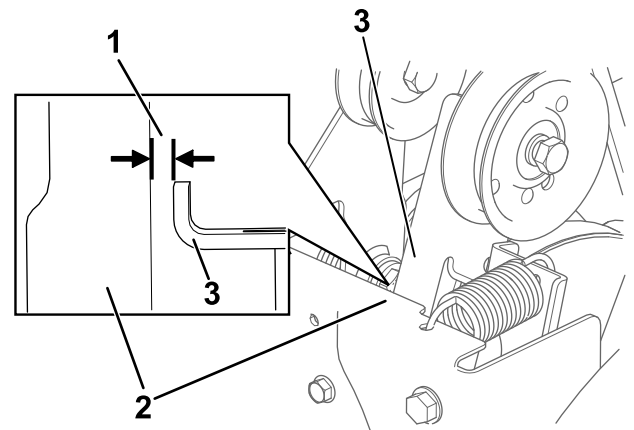

Bild 36
3. Kuppeln Sie den Räumwerk- bzw. Antriebsradhebel aus und stellen Sie sicher, dass der Abstand zwischen dem Schneckenkupplungsarm und dem Rahmen der Maschine 1,5 mm beträgt, wie in **Bild 36** dargestellt.